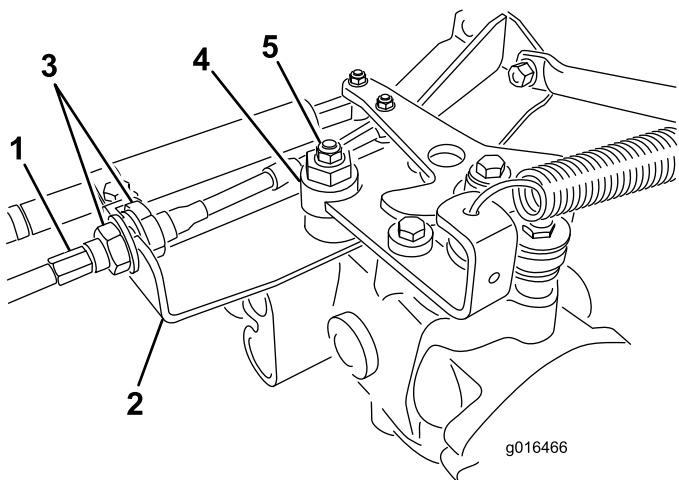

Bild 42
- A. Lösen Sie beide Klemmmuttern, mit denen der Fahrantriebs-Bowdenzug an der Trennwand am Hydrostat befestigt ist (Bild 42). Achten Sie darauf, dass die Klemmmuttern gleichmäßig gelockert sind und eine ausreichende Einstellung ermöglichen.
- B. Lösen Sie die Mutter, mit der der Exzenter oben am Hydrostat befestigt ist (Bild 42).
- D. Drehen Sie den Exzenter, bis kein Kriechen in jeder Richtung auftritt. Ziehen Sie die Schraube fest, wenn sich das Rad nicht mehr dreht, um den Exzenter und die Einstellung zu arretieren (Bild 42). Überprüfen Sie die Einstellung mit dem Gasbedienungshebel auf „Langsam“ und auf „Schnell“.
- E. Ziehen Sie die Sicherungsmuttern, mit denen der Bowdenzug an der Trennwand befestigt ist, **gleichmäßig** von der Innenseite der Trennwand fest (Bild 42). Verdrehen Sie nicht den Bowdenzug.